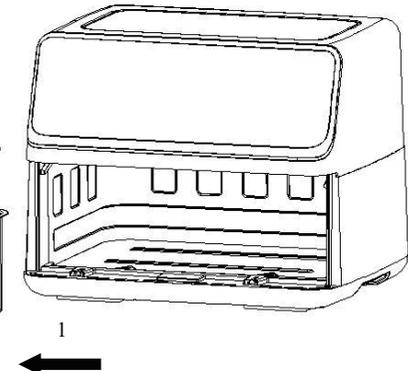

Fig. 4
- Retirez délicatement le panier de l'appareil (Fig.4).